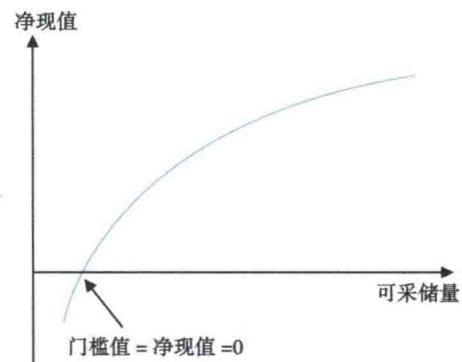

图 1.3 用列线图分析门槛储量的实例
(1) 地球物理和地质 (G&G) 建模——这是整个过程的第一步，需要描述可能圈闭和远景圈闭，估算地质储量。这个储量的大小决定了需要多少口探井来探明和控制它们。
(2) 油气藏工程师估算采收率(根据油气聚集区的岩石和流体性质),结合第一步估算的储量,就可以计算出可采储量。
(3) 确定开发井(还有评价井)数量,建立生产剖面,就可以最终获得可采储量。
(4) 形成多个可能的开发方案，每一个开发方案都包括其产量和成本剖面。根据市场因素和其他可能因素来评价、更新勘探井和评价井的成本、开发井的成本、设备和海底工程成本、操作成本等。
(5) 这个开发方案的初稿将会递交到运营这个区块的当地公司，并考虑其意见，比如财政制度、石油和天然气的价格、地方合同和税收，以及在特定国家的特权使用费。
(6) 开展经济评价，分析所有方案的净现值(NPV)和预期币值(EMV)图。
(7) 列线图(净现值和可采储量交会图)可以有效地判断哪些方案  $NPV>0$ ，哪些方案  $NPV<0$  (图 1.3)。
(9) 门槛储量可以用来指导地质团队应该舍弃最小的储量。
(10) 评价新的平均成功储量(MSV)，在评价时不应使用整个储量曲线，而只应采用那些  $NPV>0$  项目的储量。
(11) 再重复整个过程，最终的经济评价将指导决策者确定哪些是有利的运营项目。